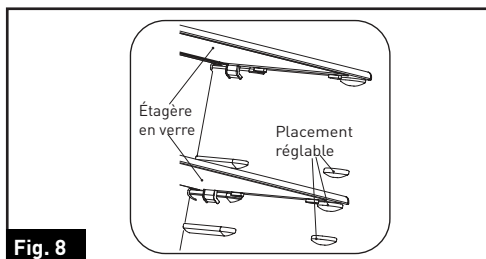

Fig. 8
- Lorsque vous retournez les étagères, assurez-vous qu'il n'y a aucun obstacle derrière et poussez-les doucement dans la position. (Fig. 8)